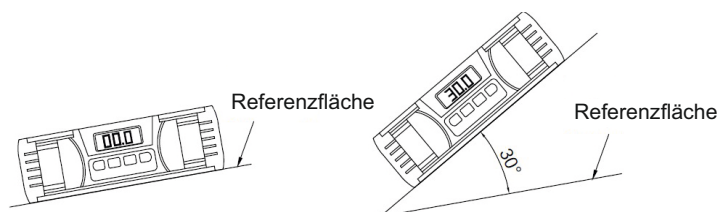

Abb. 5
- » Bewegen Sie das Messgerät auf die zu messende Oberfläche, der Messwert ist der Winkel zwischen den beiden Oberflächen (Abb. 5).